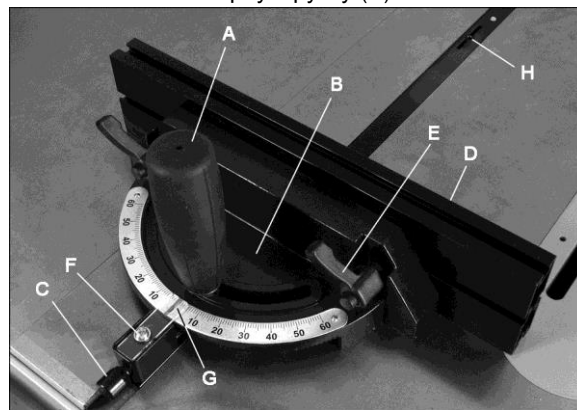

Рис. 15
Рис. 15 и 16.
2. Ослабьте стопорную ручку (A, рис. 15), поворачивая против часовой стрелки.
3. Вытащите пружиненную ручку (C) и поворачивайте её, пока корпус (B) упора для пиления под углом не станет под требуемым углом, обозначенным на шкале.
4. Затяните стопорную ручку (A).
Выдвижную пластину (D, рис. 15) можно отрегулировать путем перемещения вправо или влево, или полностью убрав.
У линейки упора для пиления под углом есть два паза с установочными винтами (H, рис.15). Отрегулируйте установочные винты (4-мм шестигранным ключом), чтобы убрать любой зазор между линейкой и пазом для упора.